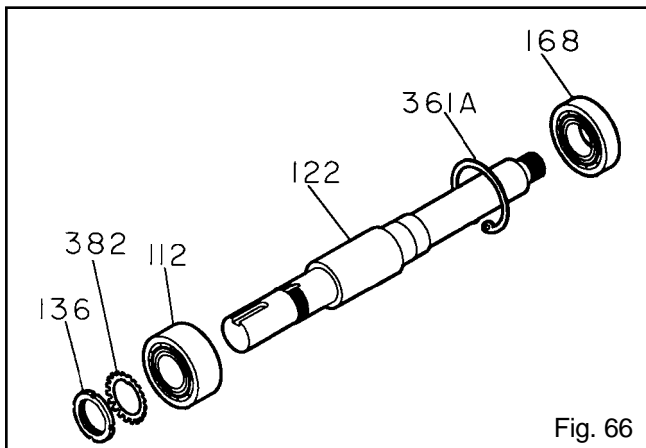

Fig. 66
8. Quite la contratuerca del cojinete (136) y la arandela de seguridad del cojinete (382) (Fig. 66).